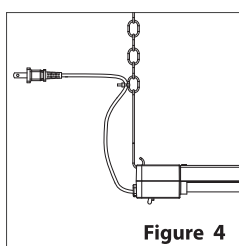

Figure 4
6. Zip tie cord to chain (see Figure 4)
6. Attacher le cordon à la chaîne (voir la figure 4).